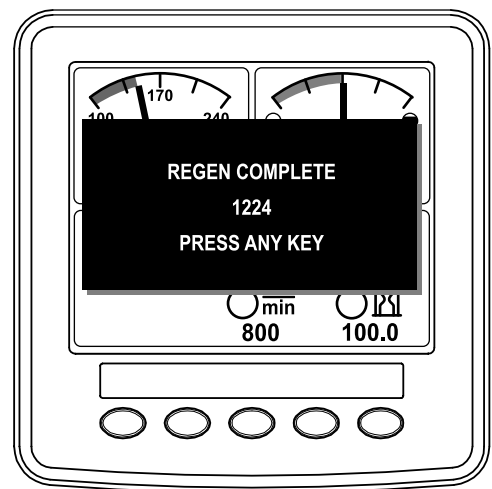

Figure 62
11. Quand le calculateur moteur achève une régénération en stationnement ou une d'urgence, l'InfoCenter affiche l'AVIS n° 1224 (Figure 62). Appuyez sur un bouton pour retourner à l'écran d'accueil.